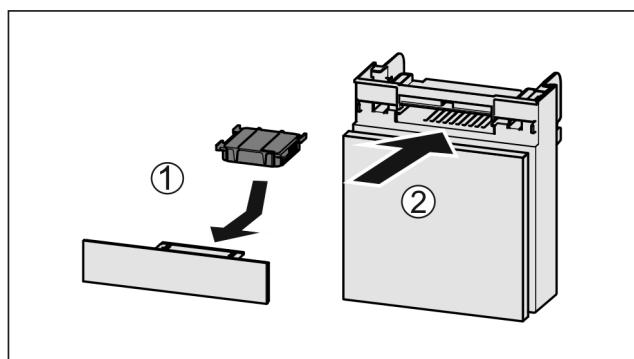

Fig. 156
- Aktivni ogleni filter vstavite Fig. 156 (1) skladno s prikazom na sliki.
- Predal potisnite noter Fig. 156 (2).